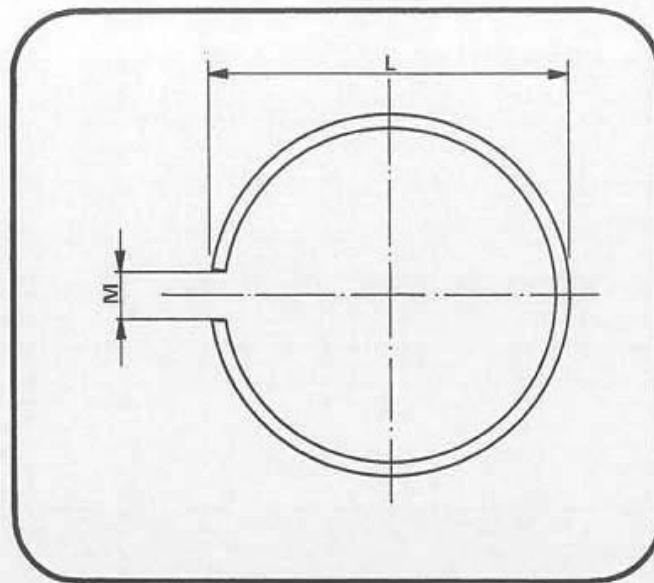

Fig. 54
**TOLLERANZA D'INTERVALLO NEL MONTAGGIO DEGLI ANELLI DI TENUTA** (vedi fig. 54 e tab. 3).
**ASSEMBLY TOLERANCE FOR PISTON RINGS** (see fig. 54 and tab. 3).